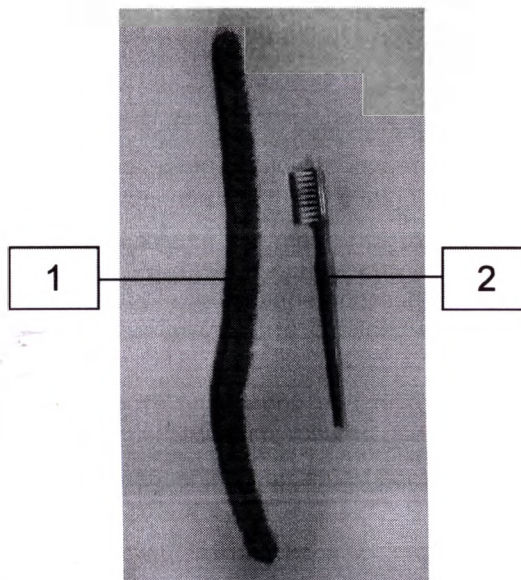

Рис. 3: Расходные материалы, используемые для очистки и дезинфекции.
- Одноразовые щетки 15 мм BRISTLE – STEM (Код: FLEX006, Clinipack) или аналогичные (поз. 1 на рис. 3).
- Зубная щетка или подходящая щетка для очистки хирургических инструментов (поз. 2 на рис. 3).